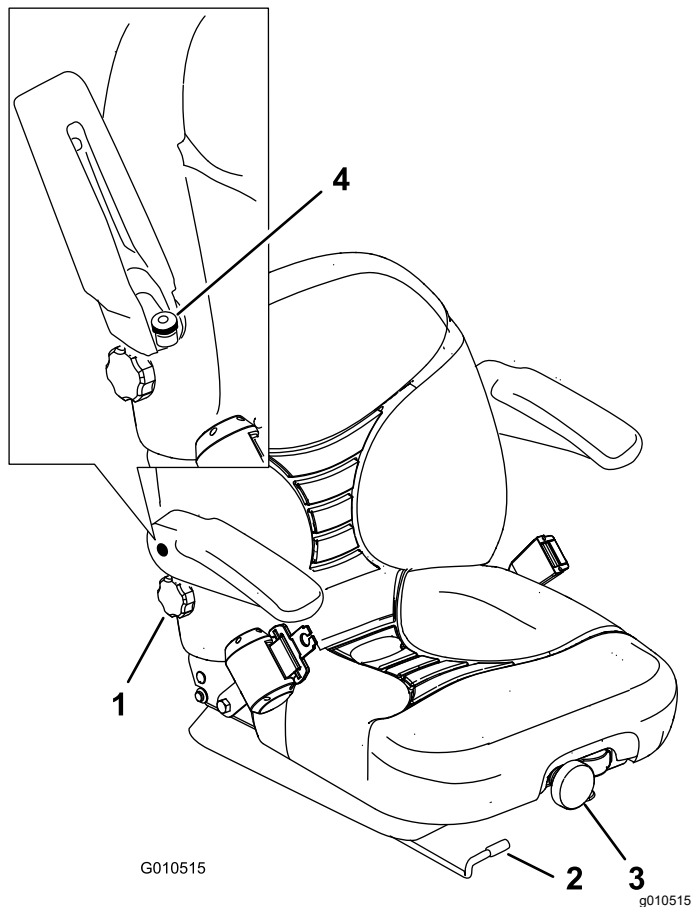

Bild 30
1. Schieben Sie den Hebel zur Seite, um den Sitz zu entriegeln (Bild 30).
Drehen Sie das Handrad zum Verstellen an der Vorderseite solange, bis der gewünschte Komfort erreicht ist (Bild 30).
Drehen Sie zum Verstellen das Handrad unter der rechten Armlehne solange in eine Richtung, bis der gewünschte Komfort erreicht ist (Bild 30).
Heben Sie die Armlehne an und drehen Sie das Handrad in eine Richtung, bis der gewünschte Komfort erreicht ist (Bild 30).